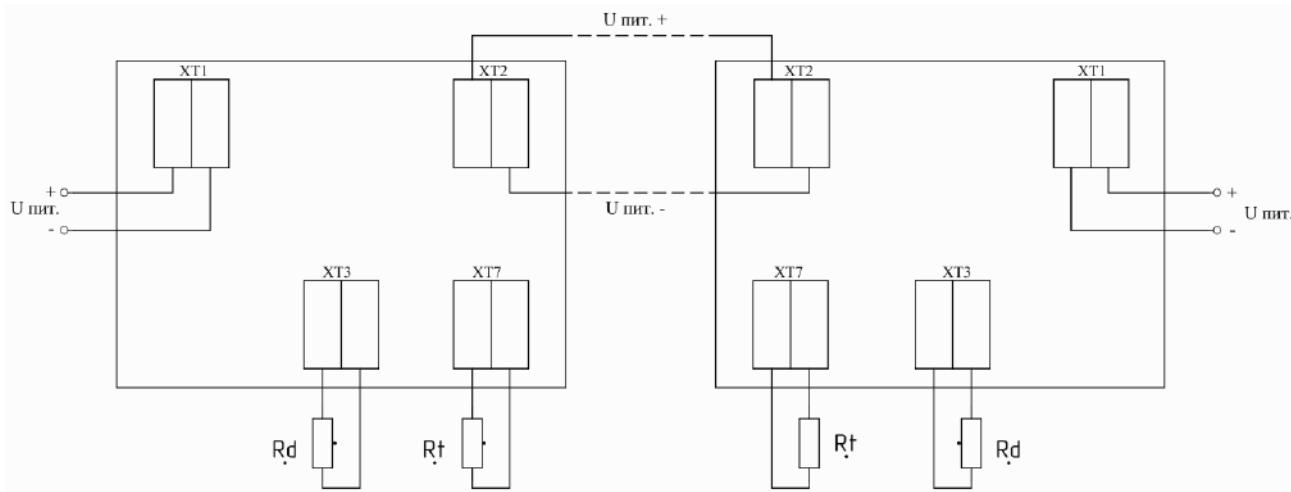

Рис. 1. Схема подключения извещателей в исполнении без адресной метки.
4.1 Общий вид извещателя приведен в приложении А рис.1. Извещатель состоит из пластмассового корпуса поз. 1, крышки поз. 2 и двух кабельных вводов поз. 3. Внутри корпуса установлена плата поз. 4 на одной стороне, которой установлены элементы электрической схемы, а на другой – клеммные зажимы и зажимы для установки резистора задания температуры срабатывания.
- подключить жилы вводного кабеля к клеммам XT1, а жилы выводного кабеля к двум контактам клемм XT2 (рис.1). Соответствующие контакты разъемов XT1 и XT2 электрически соединены через плату извещателя;
5.3. Произвести монтаж шлейфа сигнализации в соответствии со схемой, указанной для конкретного ППКП. Пример схемы включения извещателей в шлейф сигнализации приведен на рис.1.